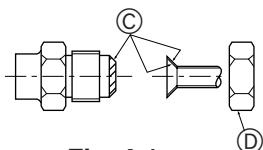

Fig. 4-1
Таблица 1 (Fig. 4-1)
4.2. Соединение труб (Fig. 4-1)